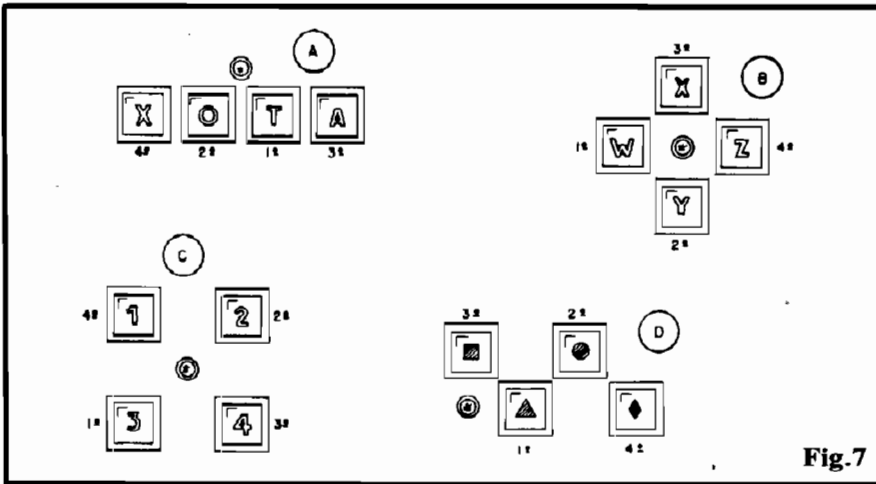

Fig. 7
- FIG. 7 - "BAGUNÇANDO O CORETO" - Antes de qualquer "papo" sobre os exemplos/sugestões da figura, lembramos que os ordinais grafados externamente às teclas (1º, 2º, 3º, 4º...) referem-se sempre à **ORDEM real** em que as ditas teclas deveriam ser acionadas para liberar o funcionamento do veículo... Essas sequências sugeridas, obviamente, seriam de conhecimento apenas do usuário autorizado. Já os caracteres, letras, números, símbolos, "palavras", etc., grafados nas próprias teclas, constituem óbvio "embaralhamento" destinado a confundir mais e mais a um eventual intruso que tente decifrar o código... Notem de quantas (e não são todas...) maneiras as teclas podem ser fisicamente dispostas no painel de digitação! Em "linha", em "cruz", em "quadrado", em "zigue-zague", etc... Quanto ao que "está escrito" nas teclas, Vocês podem dar largas à imaginação: formar palavrinhas (obviamente de 4 letras...), aplicar algarismos, símbolos esotéricos, etc... O fundamental é que tais marcações absolutamente nada querem dizer (mas o intruso não sabe disso...), valendo apenas a **ordem real** do acionamento, que **só Você** sabe! De qualquer modo, considerar todas as opções mostradas como simples **sugestões** (cada um pode inventar à vontade...). Observem ainda que não é impossível "complicar" ainda mais as coisas para o intruso, simplesmente acrescentando ao painel quantos outros **push-buttons** "falsos" (sem ligação ou